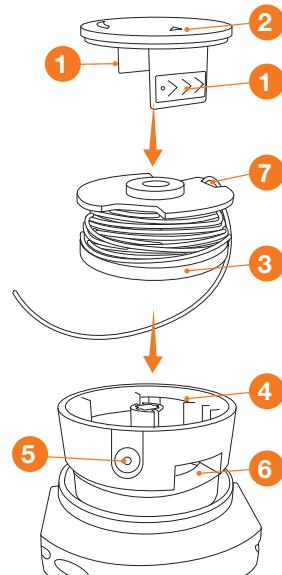

Рис. 14
1. Для разборки головки необходимо надавить на язычки ① крышки ② в пазах головки (Рис. 14).
2. Крышка ② выйдет из пазов и косильная головка будет открыта.
3. Достаньте катушку ③.
5. Заведите леску в прорезь на шпули ⑦ .
7. Установите шпулю в корпусе ④, протяните конец лески в отверстие ⑤.
8. Установите крышку ② в корпусе совместив язычки ① и пазы ⑥.